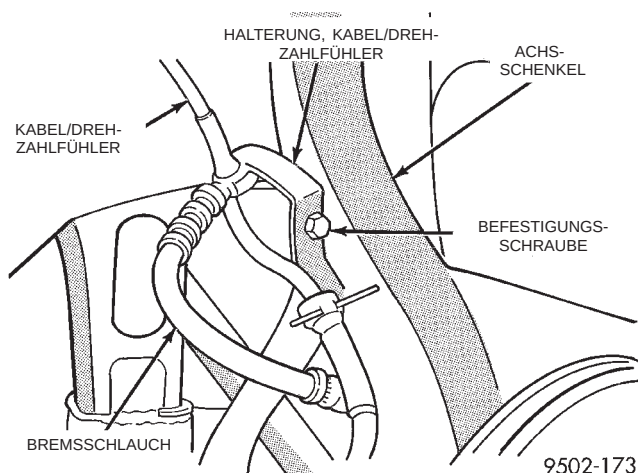

Abb. 3 Halterung des Kabels/Drehzahlfühler
- (1) Radmuttern lockern.
- (2) Fahrzeug anheben. Dazu Unterstellböcke oder eine Hebebühne verwenden, die am Rahmen angesetzt wird (siehe Kapitel 0, Schmierung und Wartung, Abschnitt "Anheben des Fahrzeugs").
- (3) Das Vorderrad abbauen, dessen Federbein ausgebaut werden soll.
- (4) Wenn beide Federbeine ausgebaut werden, die Federbeine so markieren, daß sie später wieder auf derselben Fahrzeugseite eingebaut werden.
- (5) Halterung für das Kabel des Drehzahlfühlers vom Achsschenkel abmontieren (Abb. 3).
(6) Halterung für Kabel des Drehzahlfühlers am Achsschenkel einbauen (Abb. 3). Die Schraube für die Halterung eindrehen und festziehen (Abb. 3).